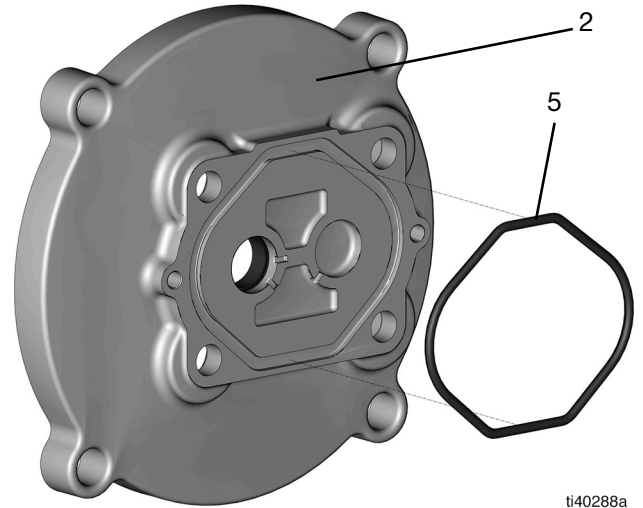

図 28
2. Oリング (5) をアダプタープレート (2) カバーの溝に入れます (図 28)。